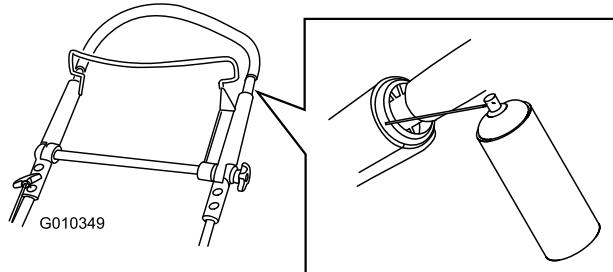

Bild 42
1. Sprühen Sie die äußereren Kunststoffenden des inneren Bügels ein (Bild 42).